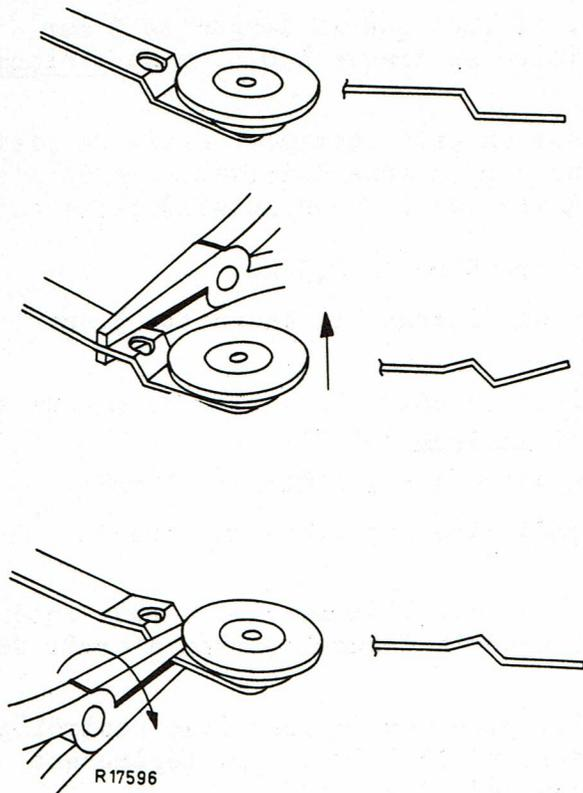

Fig.5
Comme indique dans la fig.5, cette mesure peut être contrôlée au moyen d'un pied à coulisse, réglé à 101,5 mm. Légèrement repousser alors le galet intermédiaire.
7. La roue intermédiaire doit être perpendiculaire par rapport à la poulie et le plateau et dans chaque position il doit se trouver libre de 0,5 mm. des étages de poulie (voir fig.3). Dans la fig.5 est indiqué comment on peut régler l'étrier de la roue intermédiaire, si la roue intermédiaire se trouve trop bas sur la poulie.